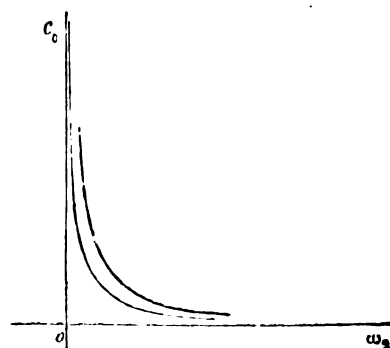

Fig. 12.
Se la spira è in corto circuito, il momento massimo raggiungibile coi condensatori è enorme; aumentando gradatamente la resistenza esso diminuisce in ragione iperbolica; ma in pratica mantiene sempre valori elevati, cosicchè anche se si volesse inserire nell'armatura tutta la resistenza  $r$ , precedentemente considerata, i condensatori permetterebbero ancora di ottenere nel motore il doppio della massima coppia possibile con un reostato. Ciò risulta chiaramente dalle (39) e (24) facendo in esse  $r = r_1$ , od osservando le due curve che danno i momenti iniziali al variare della resistenza nella spira; la prima con capacità in risonanza, la seconda senza (fig. 12).